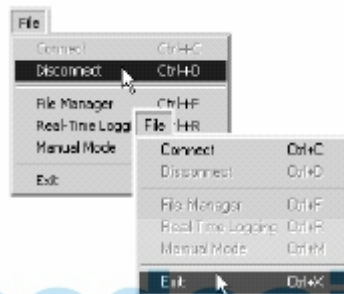

Figura 4-6. Haga clic en Desconectar y a continuación en Salir
8. Continúe con la siguiente operación. O bien haga clic en **Archivo ► Desconectar**, y a continuación en **Archivo ► Salir** para salir de PC-CDU (Figura 4-6).